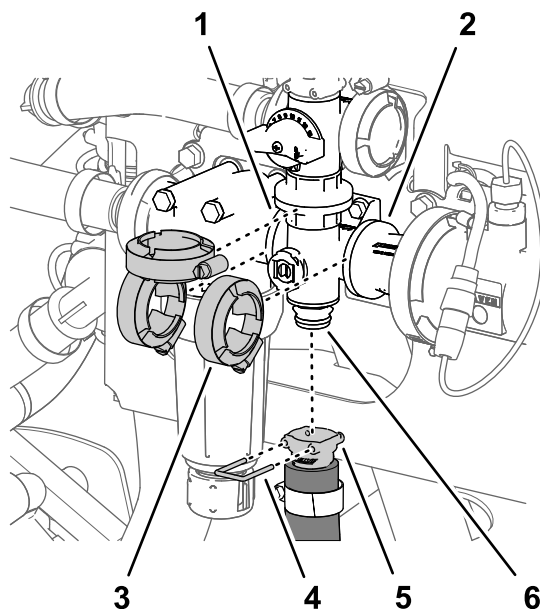
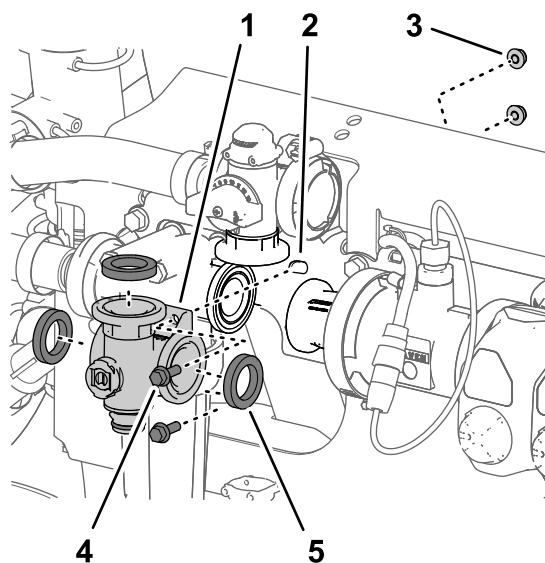

Figura 131
Figura 130
1. Allineate la flangia del collettore della valvola dell'agitatore e 3 guarnizioni alle flange della valvola di bypass dell'agitatore, della testa del filtro di pressione e dell'adattatore di accoppiamento (Figura 130 e Figura 131).
2. Fissate, senza serrare, il collettore della valvola dell'agitatore alla valvola di bypass dell'agitatore, alla testa del filtro di pressione e all'adattatore di accoppiamento (Figura 131) mediante i 3 morsetti flangiati rimossi in Rimozione della valvola del collettore dell'agitatore (pagina 88).
5. Serrate manualmente i 3 morsetti flangiati (Figura 131).
6. Montate l'accoppiatore rapido del flessibile dell'agitatore sul raccordo di collegamento rapido del collettore della valvola dell'agitatore mediante il perno di collegamento rapido (Figura 131).